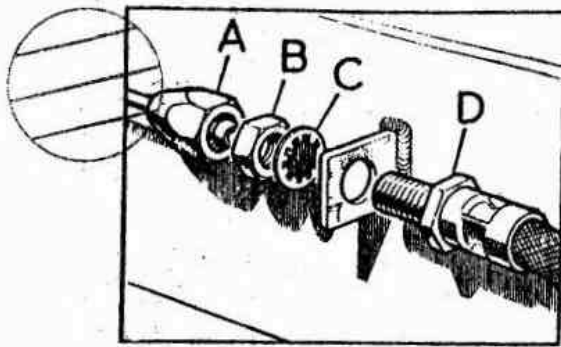

Fig. E -67 Conexión a la tubería del freno trasero
- 2.6. Empalmar la tubería del freno trasero, A (Fig. E -67) al racor de conexión con la tubería flexible, D.